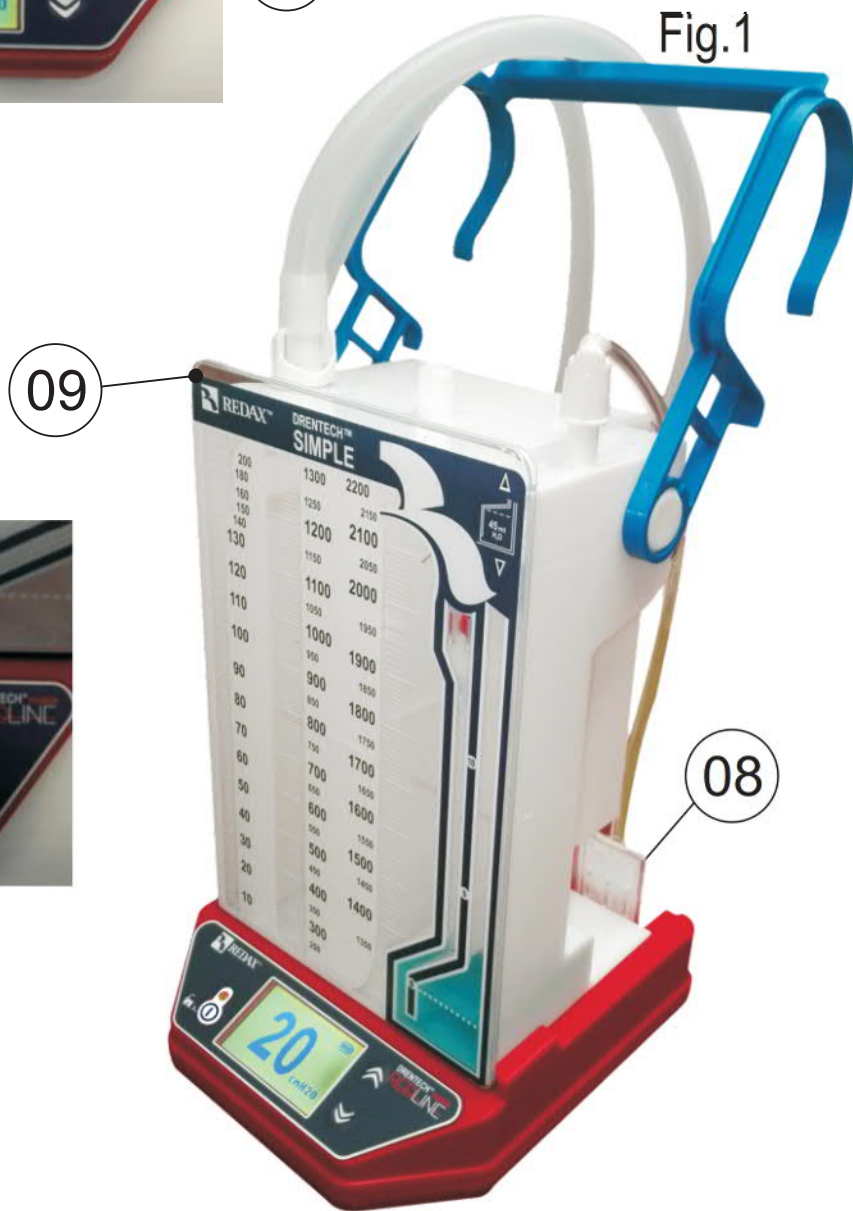

Fig.1
Вакуумное устройство имеет 2 световых индикатора (см. РИС. 1): первый (13) расположен над кнопкой питания, а второй интегрирован в дисплей (то есть дисплей с подсветкой). Кроме того, устройство выводит другую информацию на дисплей. Далее приведены различные случаи, при которых появляется один или несколько световых индикаторов и/или символов.